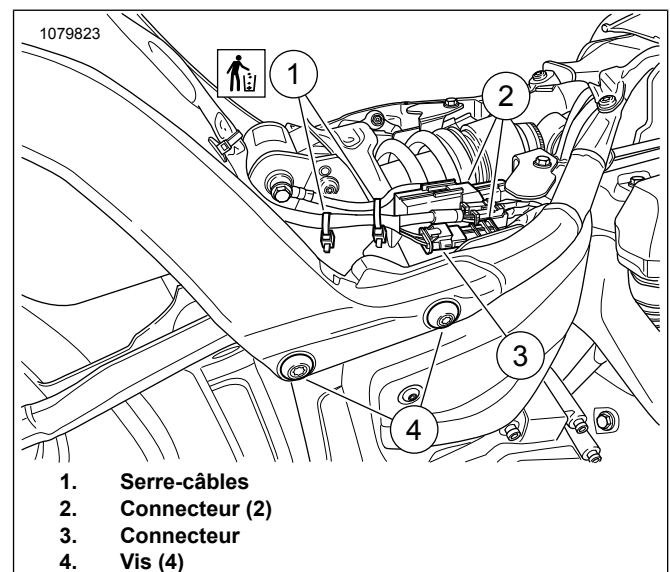

Figure 1. Connecteurs et support de garde-boue arrière (standard)
1. Voir Figure 1. Débrancher les connecteurs d'éclairage arrière (2,3).
2. Noter l'emplacement des serre-câbles (1).
- b. Déposer les vis (4) et les rondelles du garde-boue de chaque côté.
1. Voir Figure 1. Poser le garde-boue arrière.
- b. Poser les vis (4) et les rondelles. Serrer.